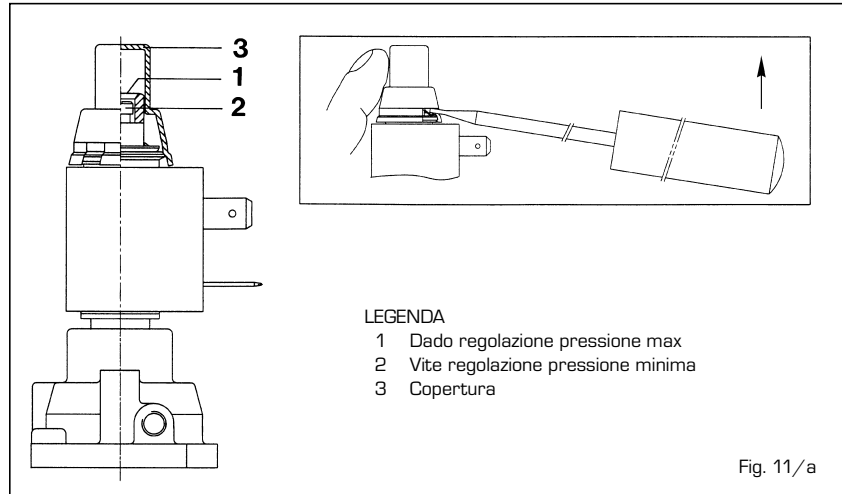

Fig. 11/a
4.3.2 Regolazione pressione minima (fig. 11/a)